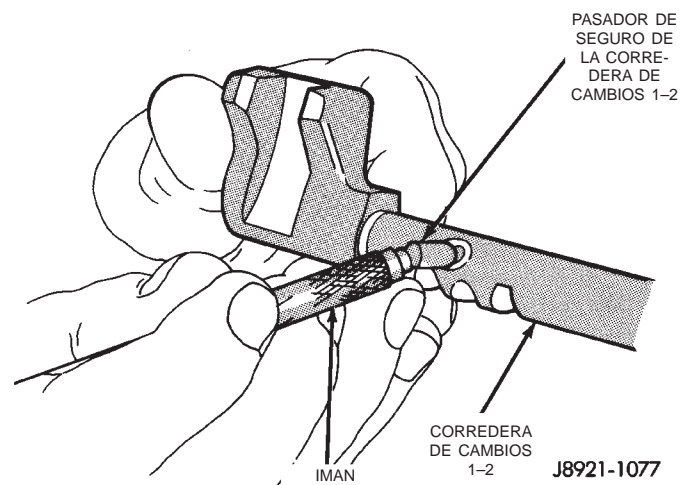

Fig. 86 Instalación del pasador de seguro de la corredera de cambios 1-2
- (15) Instale el pasador de seguro en la corredera de cambios 1-2 (Fig. 86).